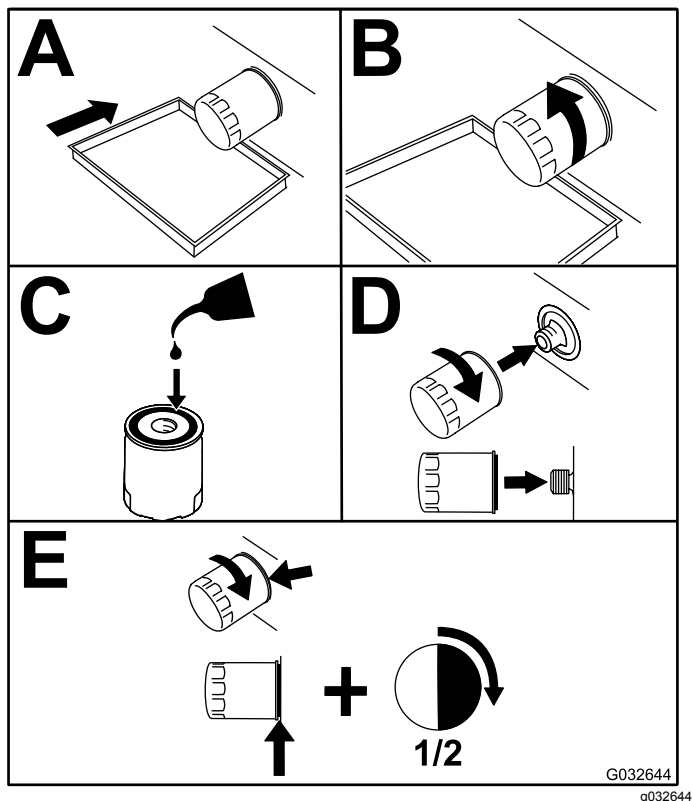

Figura 42
2. Cambiate il filtro dell'olio del motore (Figura 42).